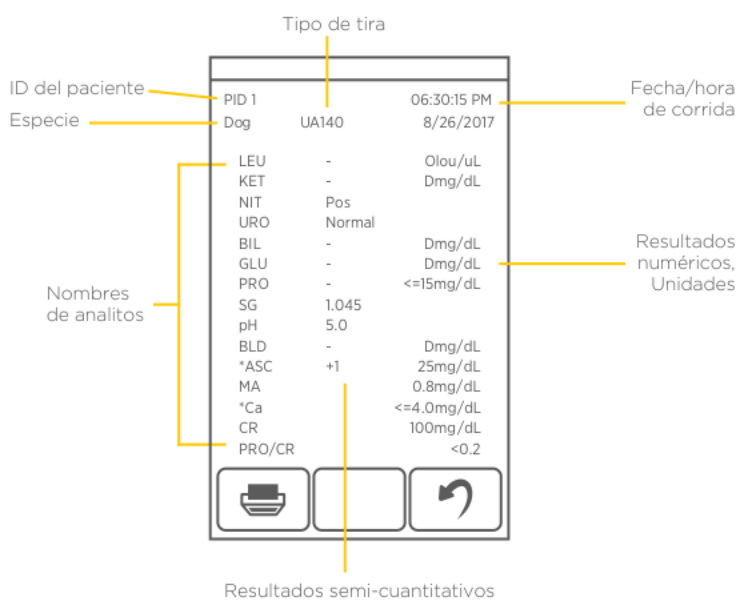

Fig. 15 Pantalla de resultados del VETSCAN UA.
9. Los resultados aparecerán en pantalla un minuto después del inicio de la prueba (Fig. 15). El VETSCAN UA Analizador de Orina imprimirá automáticamente los resultados si se selecciona la opción de impresión automática en la configuración y la impresora está conectada y encendida. Los resultados se pueden imprimir manualmente por medio del botón Impresora (Printer) en la parte inferior izquierda de la pantalla de resultados.